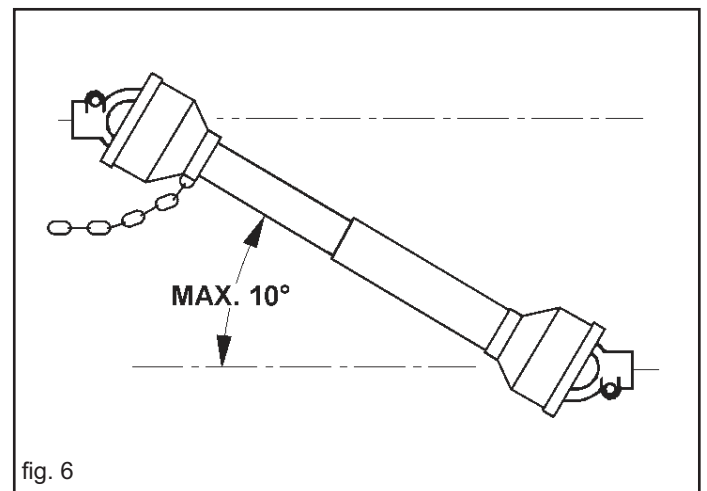

fig. 6
- 49) Desactivar, siempre, la toma de potencia cuando el árbol cardán realiza un ángulo demasiado abierto (nunca por encima de los 10 grados - Fig. 6) y cuando no se utiliza.